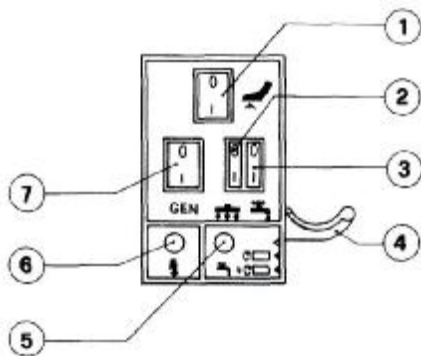

рис. 3
- ИНДИКАТОР ЭНЕРГИИ (рис.3; поз.6): белая лампа сигнализирует о том, машина подключена к электрической сети.
- ВЫКЛЮЧАТЕЛЬ ЭЛЕКТРОЭНЕРГИИ (рис.3; поз.7) включение и выключение машины
- СВЕЯЩИЙСЯ ВЫКЛЮЧАТЕЛЬ ПЫЛЕОТСОСА (рис.3; поз.2) включение и выключение мотора пылесоса.
- СВЕЯЩИЙСЯ ВЫКЛЮЧАТЕЛЬ НАСОСА для функции добавления раствора моющего средства (рис.3. поз 1); использоваться, когда установлен набор "СОМВГ". Управляет насосом, который подает раствор моющего средства.
- КОНТРОЛЬНАЯ ЛАМПА РАСТВОРА МОЮЩЕГО СРЕДСТВА (рис. 3.поз.5): указывает, что насос работает (переключатель 4 полностью нажат или клавиша 1 в положении I),
- СВЕЯЩИЙСЯ ВЫКЛЮЧАТЕЛЬ НАСОСА для функции добавления раствора моющего средства (рис.3. поз 1); используется, когда установлен набор "СОМВГ". Управляет насосом, который осуществляет подачу раствора
- Включите питание, насос грязеотсоса и насос подачи моющего раствора соответствующими переключателями (рис. 3, поз. 2, 3 и 7);
- Нажмите переключатель (рис. 3, поз. 4); роликовая щетка начнет вращаться и раствор моющего средства начнет поступать на обрабатываемую поверхность;
В этом случае Вы должны опустошить резервуар с грязной водой и заполнить резервуар для моющего средства. Если Вы не желаете продолжать уборку, выключите насос, повернув переключатель в положение OFF (ВЫКЛ) (рис. 3, поз. 3). (ВНИМАНИЕ: не выполнение этого требования ведёт к повреждению насоса).